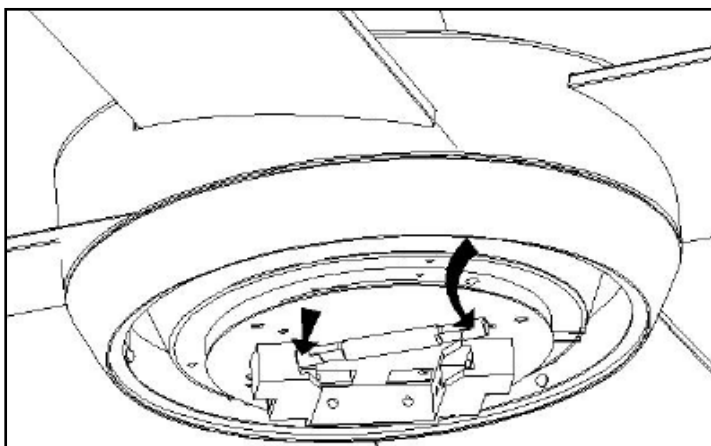

Fig. 11
- Draai de lineaire halogeenlamp in de fitting. Fig. 11.